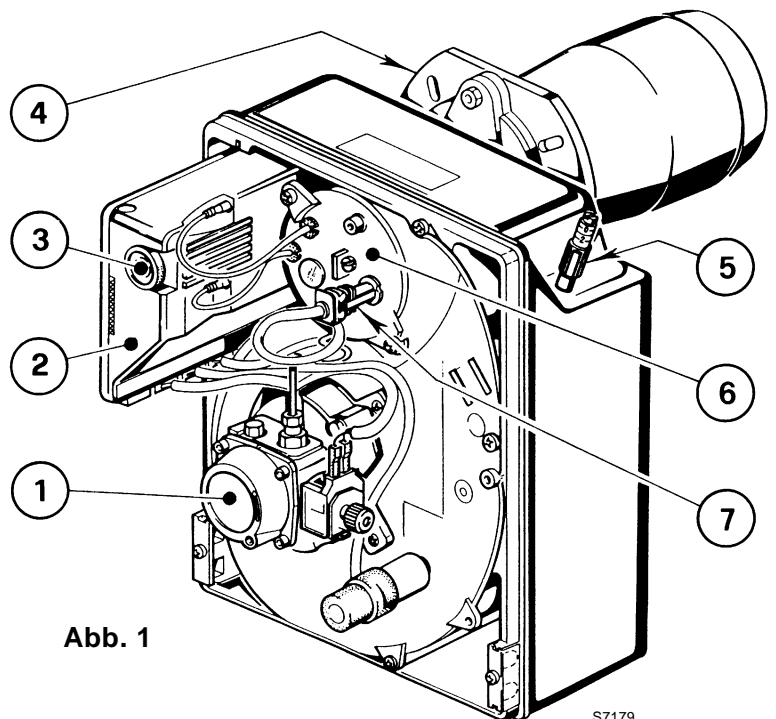

Abb. 1
- Reinig de fotoweerstand (7, fig. 1, blz. 1).
In de meeste gevallen gaat bij een probleem het lampje branden van de manuele herbewapeningsknop van de controle- en bedieningsdoos (3, fig. 1, blz. 1).